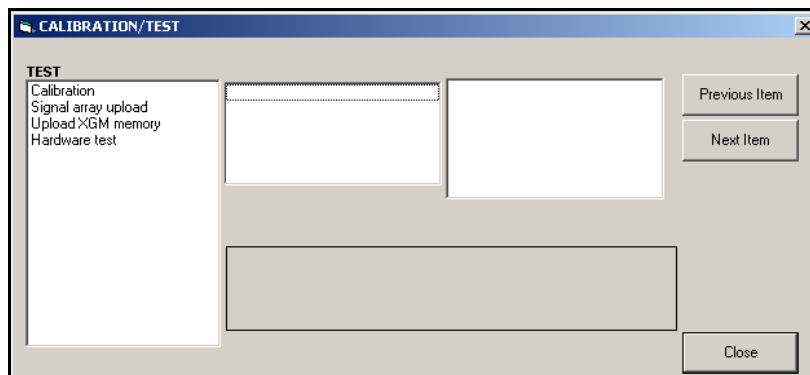

Рис. 10: Меню *Calibration/Test*
5. Для ввода данных в пользовательскую программу, дважды щелкните меню *Calibration/Test*. Появится окно, сходное с представленным на *рис. 10* внизу.
1. В меню *Calibration/Test* (см. рис. 10 на стр 40) дважды щелкните элемент *Edit Functions*, чтобы открыть опцию.
Для выполнения калибровки любой дополнительной карты, установленной в слоте 1 XGF868i, перейдите к меню *Calibration/Test*, как показано на рис. 10 на стр 40.